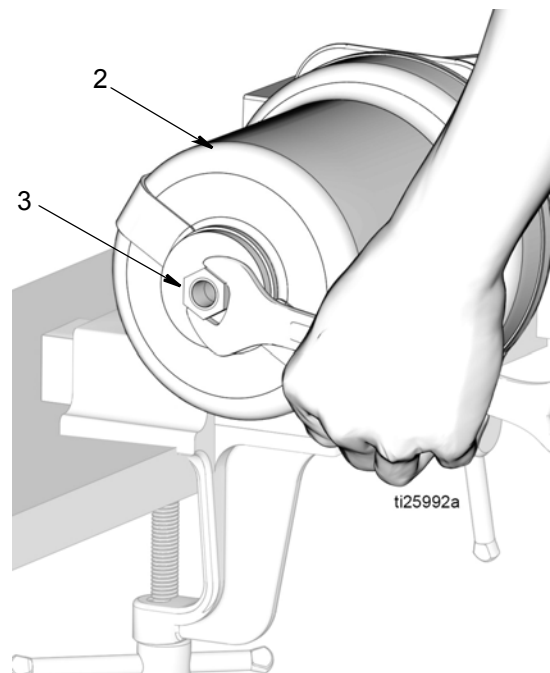

FIG. 16
12. Retirer le contre-écrou (3) du piston du haut du cylindre pneumatique (2) (FIG. 16).